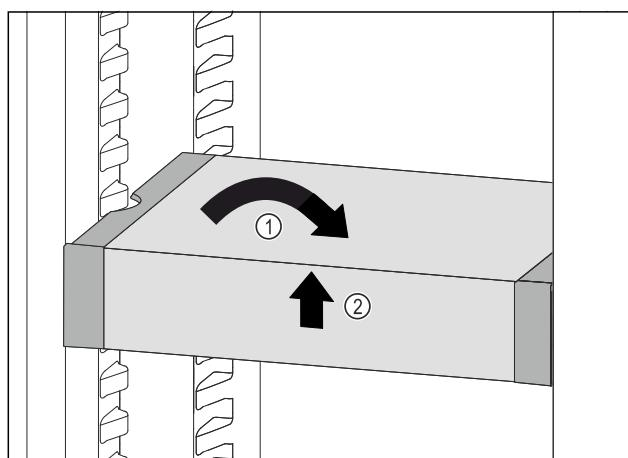

Fig. 108
- Изправете VarioSafe. Fig. 108 (1)
- Повдигнете VarioSafe отпред. Fig. 108 (2)